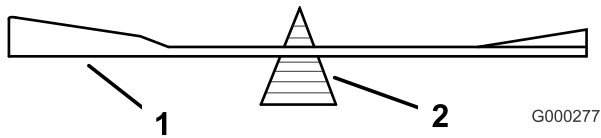

Figura 58
2. Verifique el equilibrio de la cuchilla colocándola sobre un equilibrador de cuchillas (Figura 58). Si la cuchilla se mantiene horizontal, está equilibrada y puede utilizarse. Si la cuchilla no está equilibrada, rebaje algo el metal en la parte de la vela solamente
(Figura 58). Repita este procedimiento hasta que la cuchilla esté equilibrada.